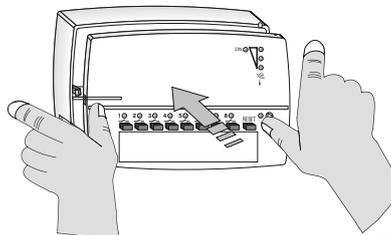
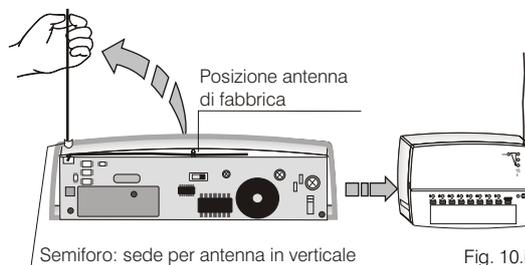

Fig. 9.i
Fig. 10.i
- Far passare il filo nel piccolo semiforo appositamente predisposto (fig. 10.i)
- Richiudere con attenzione il ricevitore (fig. 9.i - fig.10.i).
- Mantenere premuto il **tasto 1** fino alla emissione di un singolo segnale acustico; quindi rilasciarlo: il **LED 1** lampeggia (fig.9). Il nuovo trasmettitore è abbinato al ricevitore.